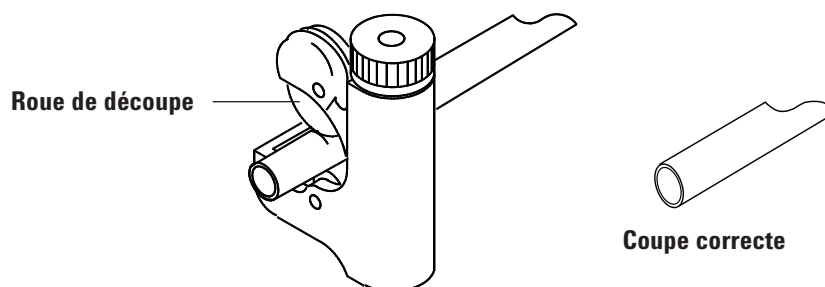

Figure 6 Coupe-tube classique
- 2 Coupez le tube à la longueur souhaitée à l'aide d'un coupe-tube Swagelok (Figure 6).